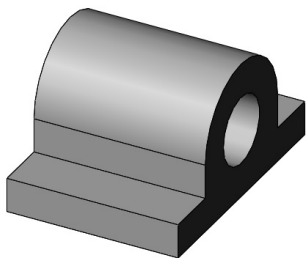

图 4-63 打开零件实体模型
- [1] 打开初始文件“Z4L8.prt”，实体模型如图 4-63 所示。